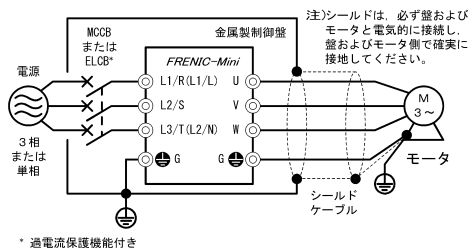

図11.3 盤内設置方法
- 4) 放射ノイズが規格を超える場合は、図 11.3に示すように金属製の盤内にインバータおよび周辺機器を設置してください。